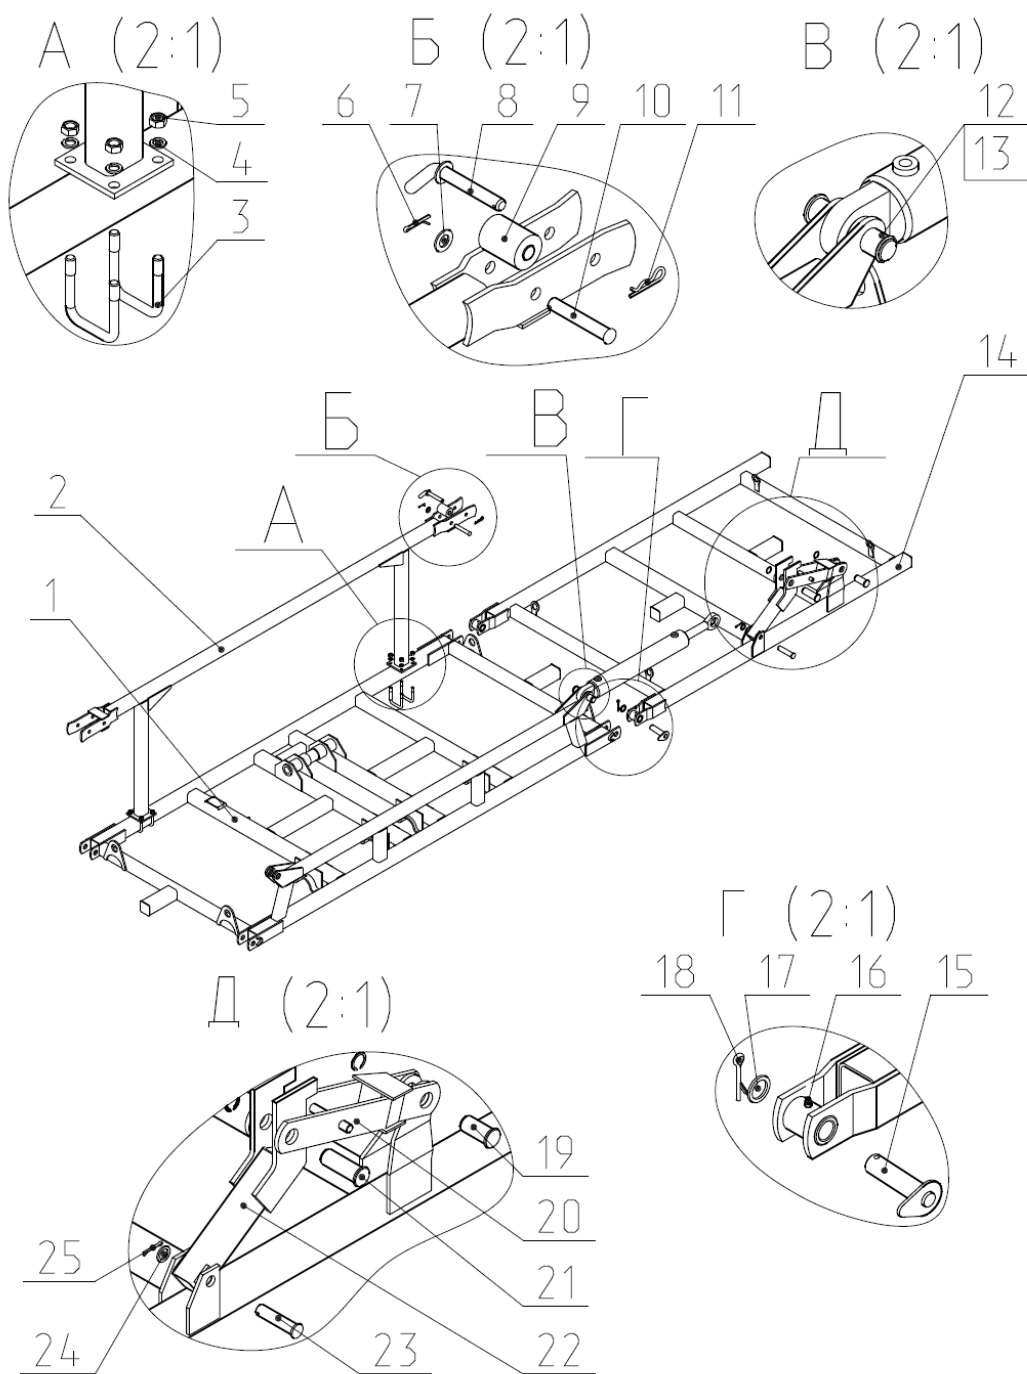

Рис.3 Центральная и боковая секция.
2.5 Для фиксации боковых крыльев рамы в транспортном положении предусмотрен фиксатор 2 (рис.3), закрепленный на переднем бруске центральной секции.
2.8 Рама культиватора (Рис.3) имеет шарнирно-секционное устройство и состоит из центральной секции 1 и двух боковых секций (крыльев) поз.14, которые представляют собой сварную плоскую трубчатую конструкцию, являясь несущей частью культиватора.